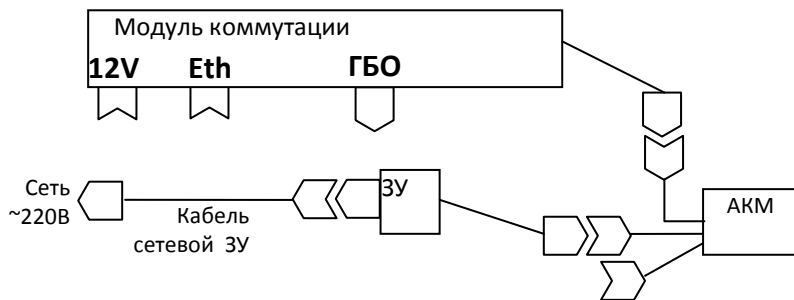

Рисунок 12. Схема подключений при заряде АКМ
- 3) Достать ЗУ и сетевой кабель ЗУ, подключить его согласно схеме подключений (**Рисунок 12**). Загорается красный индикатор на ЗУ (идет заряд)